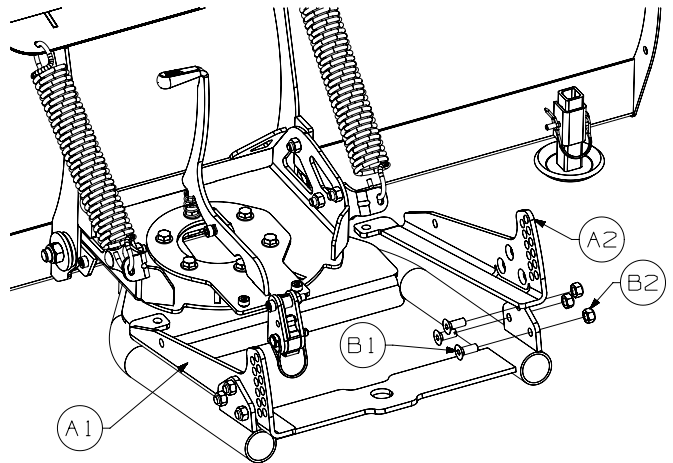

Figure 2
3. Installez les supports de montage (A1, A2) à l'aide de fixations à tête plate M10 (B1, B2). Serrer les fixations. Voir la figure 2.